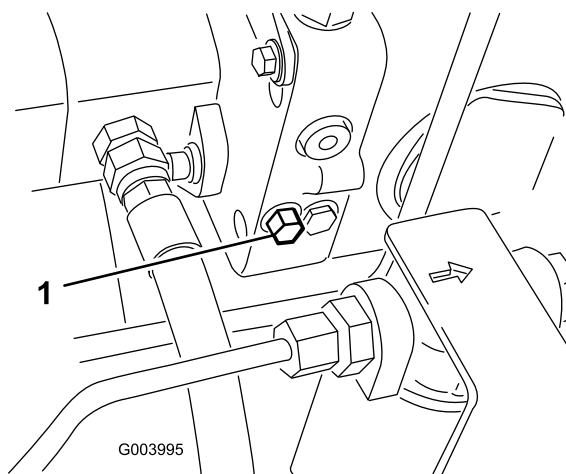

Figura 37
1. Rode o parafuso da válvula de derivação 1½ voltas para abrir para permitir a passagem do óleo internamente (Figura 37).